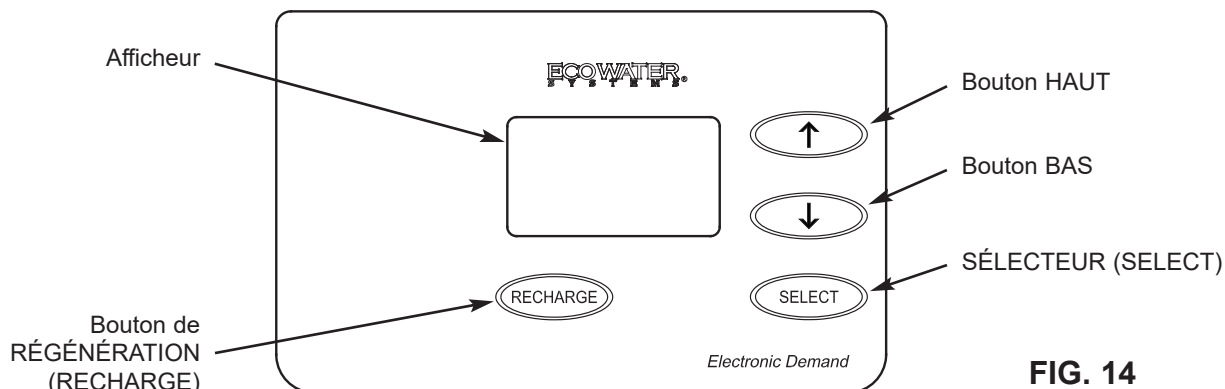

FIG. 14
- Reliez les sections enlevées de la conduite d'eau principale avec un fil de cuivre de calibre 4, fixé solidement à chaque extrémité (cf. Figure 14). Pièces non comprises.
REMARQUE : Une erreur typique est d'arrêter de pousser le tuyau lorsqu'il heurte le collier métallique interne ou le joint torique (cf. Fig. 14). Assurez-vous de les dépasser jusqu'à ce qu'au moins 16 mm (5/8 po) de tube soit inséré.